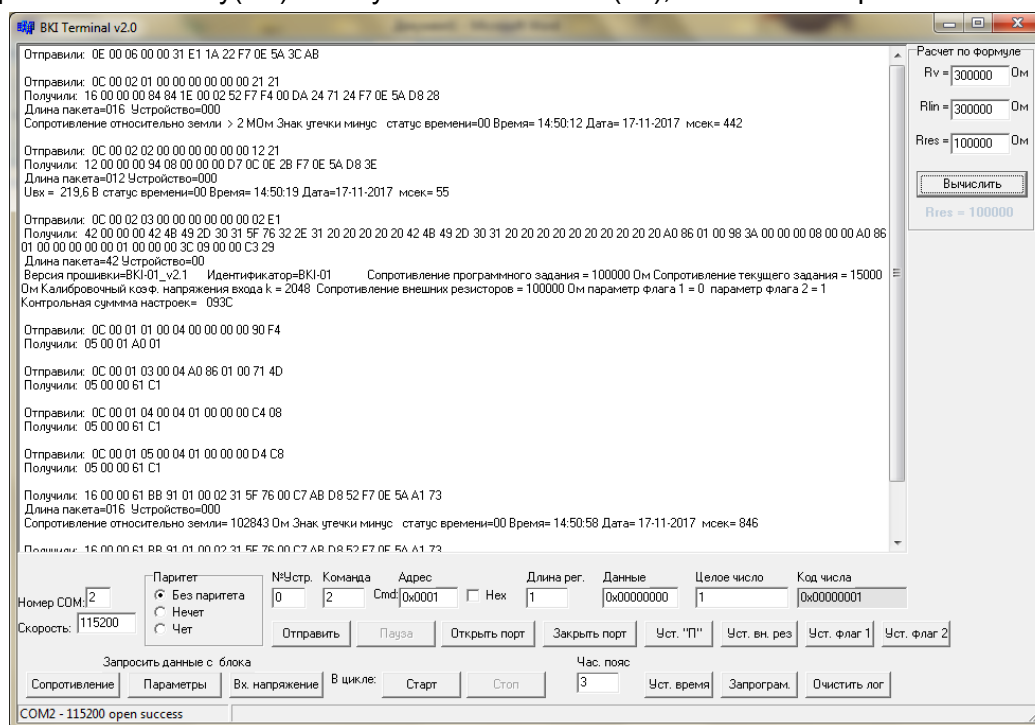

Рисунок 6
6.2 Рабочее окно программы (рисунок 6) содержит: область отображения сообщений отправленных блоку(ам) и полученных от блока(ов); область настроек.